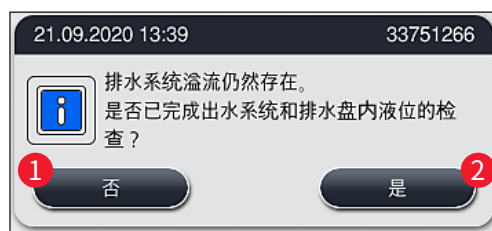

图 126
2. 经过 5 分钟且尝试过其他清洁方式后, 堵塞仍未解决, 显示屏上出现消息 (→“图 126”), 告知用户水位仍然过高。按下**否** (→“图 126-1”), 用户可将等待时间再延长 5 分钟, 以尝试其他清洁方式。如果在第二个周期过程中尝试其他清洁方式成功, 按照 1 中所述解决当前的情况。如果需要更多时间采取清洁措施, 再次按下**否** (→“图 126-1”)。该周期时间可重复多次。如果尝试过所有清洁方式仍未能疏通堵塞, 按下**是** (→“图 126-2”) 启动受控的中止过程, 请参加下面的 3 和 4。